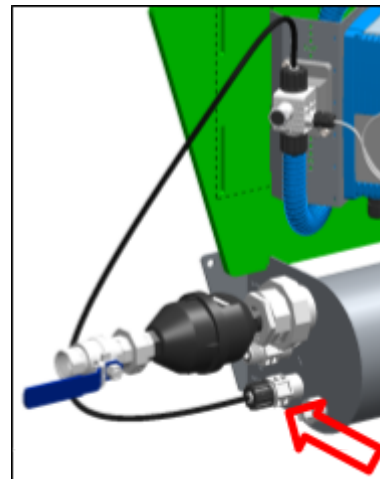

Abbildung 35.
13. Montage: Schrauben Sie den Injektor auf der linken Seite des Mischbehälters bei „DioClean FP 1-G“ fest. Siehe Abbildung 35.
14. Schließen Sie den schwarzen Schlauch des Durchflussreglers an den soeben montierten Injektor an (siehe Abbildung 35).